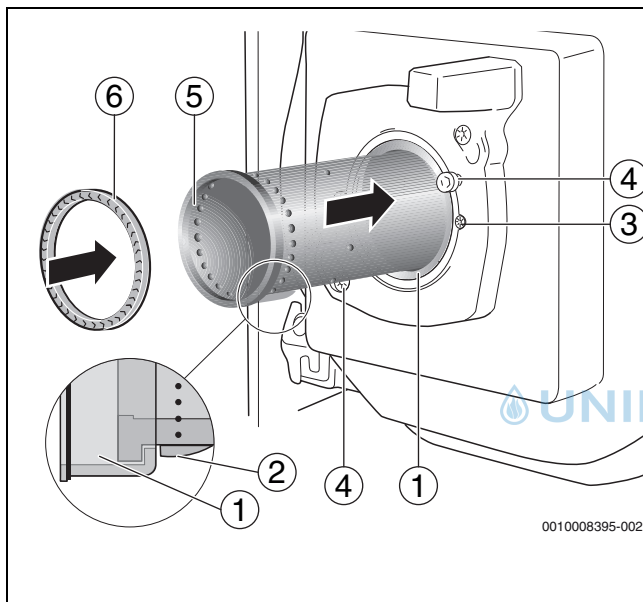

Bild 39 Brennerrohr austauschen
- Brennerrohr (→ Bild 39, [5]) in das Stützrohr einsetzen. Dazu das Brennerrohr über die Nase (→ Bild 39, [2]) hinweg bis gegen den Anschlag des Stützrohrs führen. Die Nase des Brennerrohrs muss dabei nach unten zeigen und einrasten (→ Bild 39, [Lupe]).
- Neue Dichtung (→ Bild 39, [6]) einsetzen.
- Vor dem Einbau des Brenners die Dichtung (→ Bild 39, [6]) zwischen Mischsystem und Brennerrohr prüfen.
- Dichtung (→ Bild 39, [6]) in das Brennerrohr einsetzen.
- Brenner auf die beiden Schrauben im Brennerflansch (→ Bild 39, Pfeile) aufsetzen.